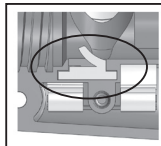

Figure 7: Anti-double feed installé correctement dans la partie droite du corps.
- Si l'**anti double feed** (8) doit être remplacé, retirez l'ancien du corps, placez le nouveau dans la partie droite du corps, orienté comme montré en figure 7 (objet entouré)
- Retirez les Vis (23) de l'**Adaptateur ASA** (29). Retirez l'ASA de l'ergot de la flasque droite. Assurez vous de ne pas perdre l'Ecrou (30), Si nécessaire, vous pouvez dévisser l'adaptateur ASA de la **Ligne de Gaz** (21). Utiliser du téflon sur le filetage, lors du remontage.